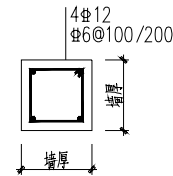
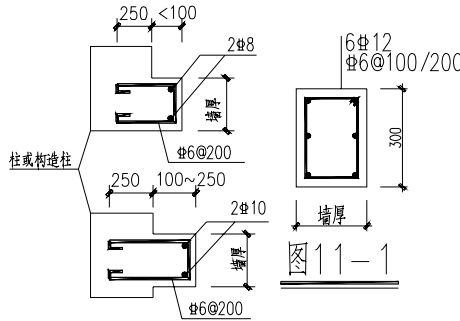

图10-1
图10-3
- 6.1 砌块填充墙构造柱位置见建筑施工图，墙垛尺寸 $\leq 300\text{mm}$ 设置构造柱，墙长超过5m或层高的两倍时，在墙体中间设置构造柱，见图10-1，柱或构造柱边填充墙长度小于250时，采用现浇混凝土，见图10-3。